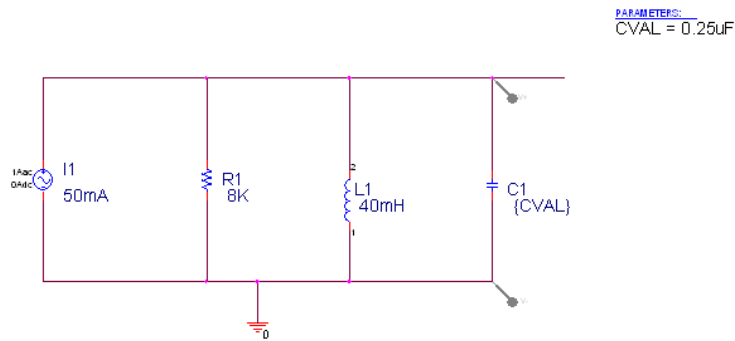

图 36. 建立 C1 的全局变量 CVAL
6.2 假设我们已经建立全局变量 CVAL，完成如图 36 的线路。